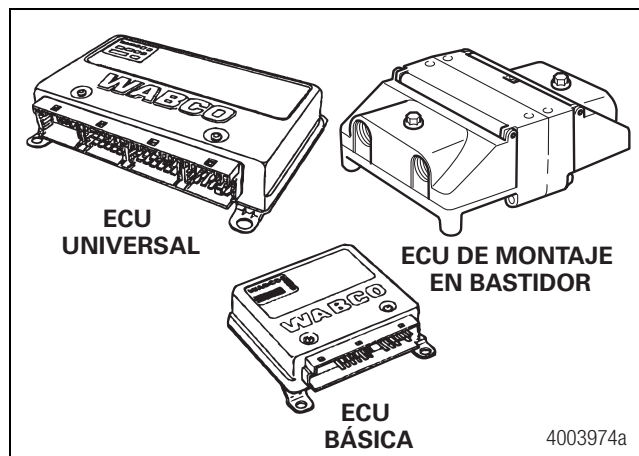

Figura 4.13
4. Retire los tornillos de montaje. Retire la ECU. Figura 4.13.